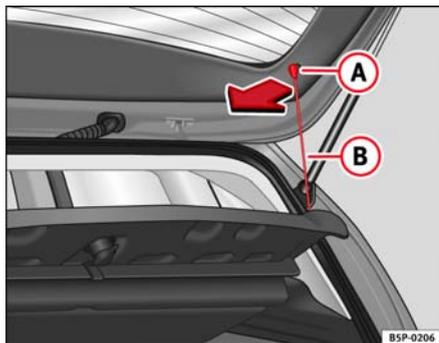

Fig. 120 Bandeja portaobjetos
- Desenganche los tirantes ⇒ fig. 120 (B) de los alojamientos (A)